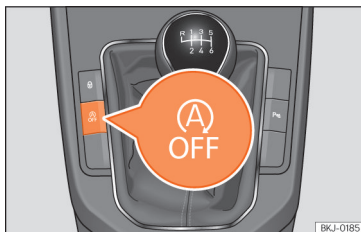

Fig. 83 Consola central: botão do sistema Start-Stop.
- Para desligar/ligar manualmente o sistema Start-Stop, pressione o botão >>> **Fig. 83**